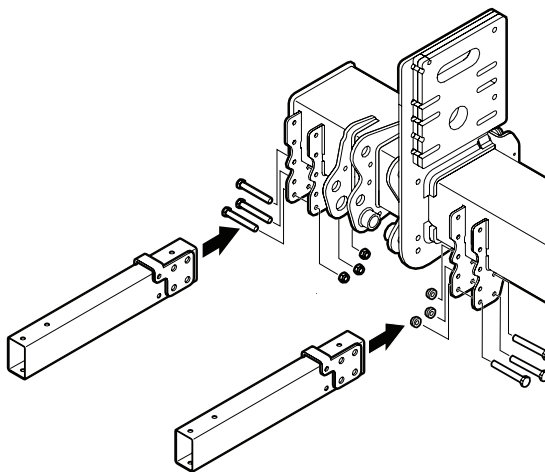

Bild 52. Montering av konsoler på stomme
1. Montera konsolerna på bågavlyftens stomme med 3 skruvar M12x100 vardera utan att dra åt. Se Bild 52.